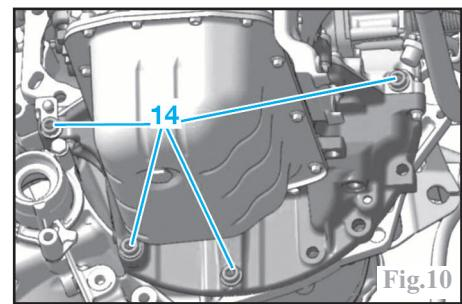

Fig.10
-le goujon (5) du support catalyseur.
-les 2 écrous (12) et écarter les fils.
-les fixations (13) du démarreur.
-les fixations inférieures (14) (Fig.10) du tour de boîte.